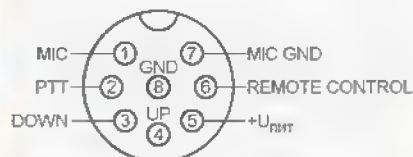

Рис. 1
Первоначально предполагалось использовать маяк только на УКВ. Подавляющее большинство УКВ радиостанций имеют лишь телефонный режим работы с частотной модуляцией (FM), поэтому для подключения устройства, превращающего радиостанцию в радиомаяк, был выбран её микрофонный разъем. Как правило, на этот разъем кроме микрофонного входа (MIC) выведена цепь переключения радиостанции с приёма на передачу (PTT), а также постоянное напряжение для питания подключаемых устройств (от 5 до 12 В у разных моделей). На рис. 1 показано назначение гнезд микрофонного разъема радиостанции Alinco DR-130, которую решено было превратить в маяк.